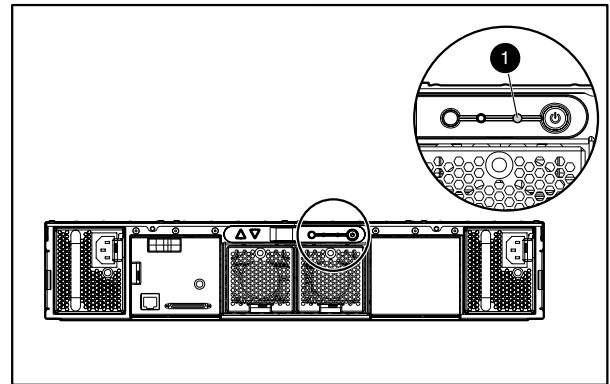

Figure 2 Voyant de panne du boîtier MSA20
- Sur le modèle MSA20, vérifiez le voyant de panne du boîtier. Reportez-vous à la Figure 2. Il devrait être de couleur orange.